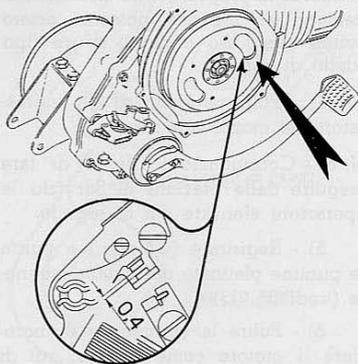

Fig. 13 --Registrazione puntine del rotore
5) - Registrare (0,4 mm.) e pulire le puntine platinato del volano magnetico (vedi fig. 13).